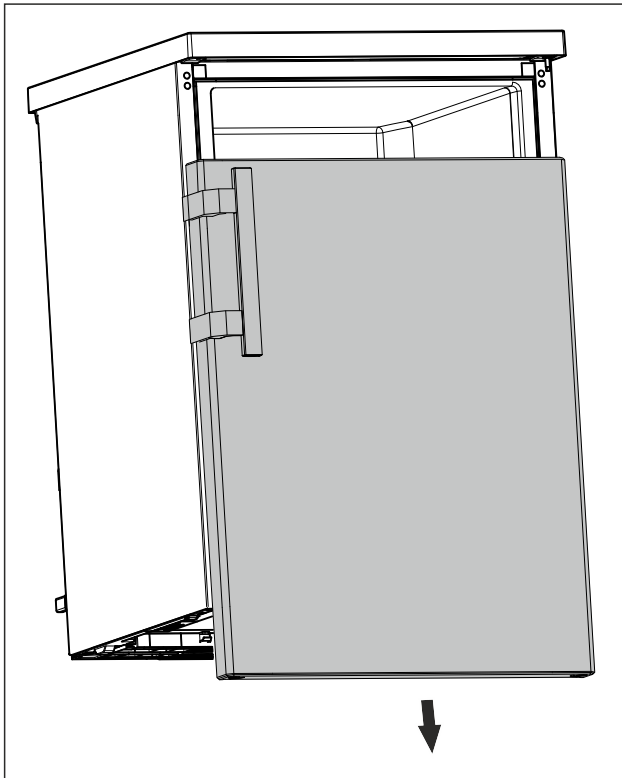

Fig. 9
- ▶ Rimuovere la porta verso il basso. (vedere Fig. 9)